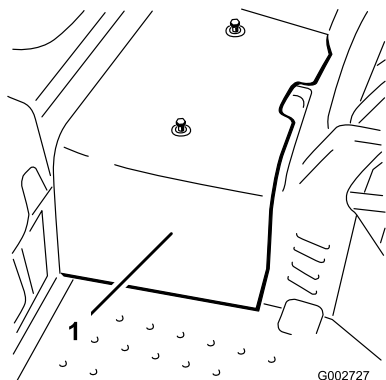

Figura 44
- Desaperte os dois parafusos que fixam o resguardo central à máquina e retire o resguardo (Figura 44).